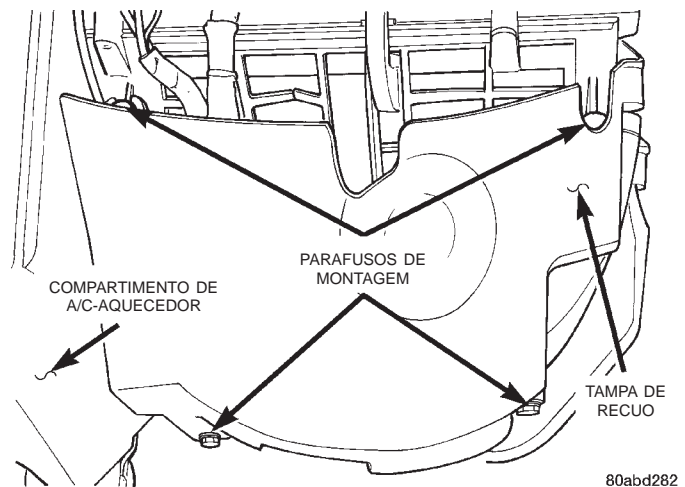

Fig. 45 Remoção/Instalação da Tampa de Recuo
- (1) Desconecte e isole o cabo negativo da bateria.
- (2) Solte os dois parafusos que prendem a metade superior da tampa de recuo ao compartimento de A/C-aquecedor sob a extremidade do lado do passageiro do painel de instrumentos (Fig. 45).